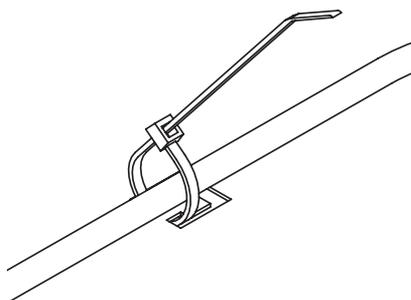

Fig. 90 Fixer les câbles au moyen d'un serre-câbles comme décharge de traction
► Fixer tous les câbles sur l'attache perforée au moyen de serre-câbles pour la décharge de traction – Fig. 90.